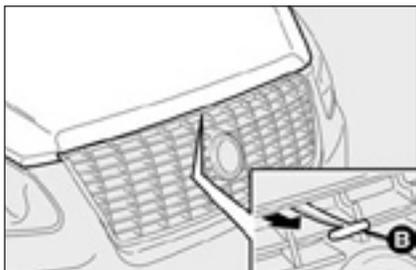

рис. 113
- потяните рычаг **B** - **рис. 113** как показано на рисунке;